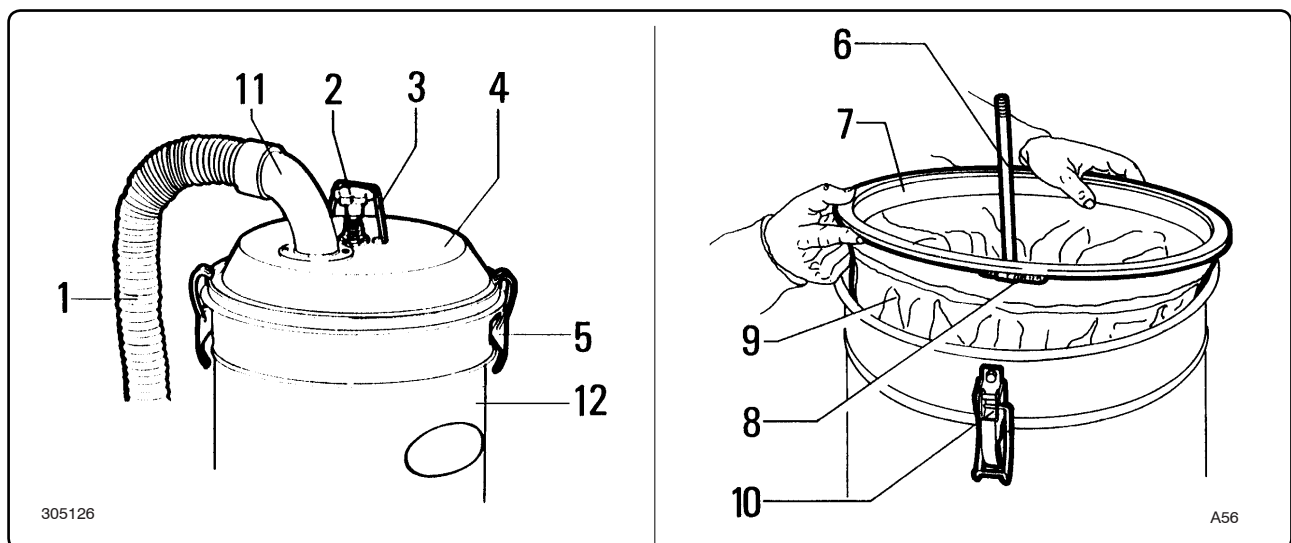

Fig. 7.5.1
7.5.1 - Sostituzione filtro primario (fig. 7.5.1)**7.5.1 - Changing the primary filter (fig. 7.5.1)****7.5.1 - Remplacement du filtre principal (fig. 7.5.1)****7.5.1 - Ersetzen des Hauptfilters (Abb. 7.5.1)****ATTENZIONE!!**
- Inserire il filtro all'interno della camera filtrante "12" fig. 7.5.1, quindi montare il coperchio "4" e bloccarlo mediante i due ganci di chiusura "5".
- Montare il pomello scuotifiltro e bloccarlo in posizione abbassata con l'arresto "3" in modo da mantenere il filtro sempre teso (solo nei modelli 3151 e 150/36) fig. 7.5.1.
- Rimontare il tubo di aspirazione "1" sul bocchettone "11" - fig. 7.5.1.
- *Fit the filter into filtering chamber "12" fig. 7.5.1 then mount cover "4" and lock it in place with the two closing hooks "5".*
- *Mount the filter shaker knob and lock it in the lowered position with stop "3" so that the filter is kept taut (models 3151 and 150/36 only) fig. 7.5.1.*
- *Remount the suction pipe "1" on the outlet "11" - fig. 7.5.1.*
- Introduire le filtre à l'intérieur de la chambre filtrante "12" fig. 7.5.1, puis monter le couvercle "4" et le bloquer avec les deux crochets de fermeture "5".
- Monter le pommeau de secouage du filtre et le bloquer dans la position abaissée avec l'arrêt "3" de manière à maintenir le filtre toujours tendu (dans les mod. 3151 et 150/36 seulement) fig. 7.5.1.
- Remonter le tuyau d'aspiration "1" sur l'embouchure "11" fig. 7.5.1.
- *Den Filter in die Filterkammer "12" Abb. 7.5.1 legen und den Deckel "4" darauf montieren, um ihn mit den beiden Verschlusshaken "5" zu blockieren.*
- *Den Griff zum Filterschütteln montieren und mit der Arretierung "3" in der gesenkten Stellung blockieren, damit der Filter immer im gespannten Zustand gehalten wird (nur bei Modell 3151) Abb. 7.5.1.*
- *Den Saugschlauch "1" wieder auf dem Stutzen "11" montieren (Abb. 7.5.1).*